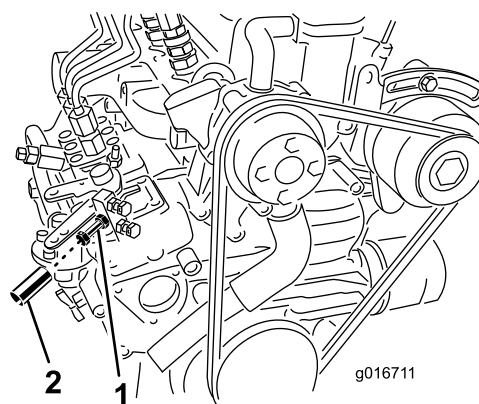

Figure 6
- À l'aide d'un compte-tours et de la vis de réglage du papillon sur le moteur (Figure 6), réglez le régime moteur à 3 200 tr/min maximum, puis serrez l'écrou de blocage sur la vis de réglage.
- Glissez le tube d'aluminium sur la vis de réglage et l'écrou de blocage (Figure 6) et sertissez-le sur la vis pour prévenir tout nouveau réglage de cette dernière.